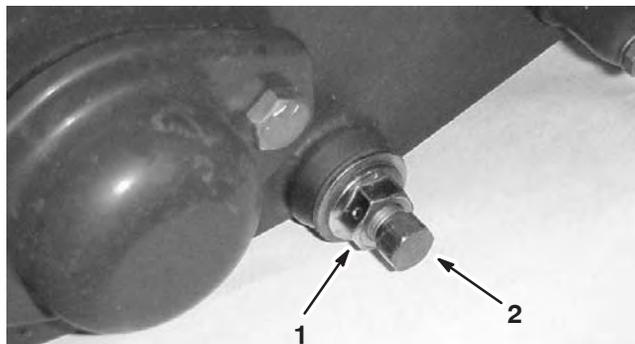

Figure 48
- De chaque côté de la machine, desserrez l'écrou de blocage qui fixe le boulon de la barre d'appui (Fig. 48).
- Retirez les boulons de la barre d'appui de façon à pouvoir abaisser la barre et la déposer de la machine. Mettez de côté les 2 rondelles en nylon et les 2 rondelles en acier estampé de chaque côté de la barre d'appui (Fig. 48).